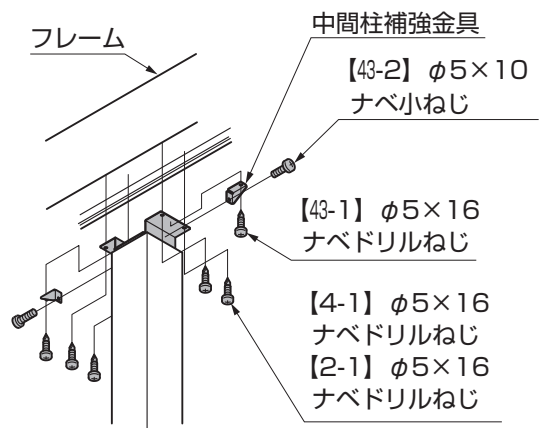

図5-31
- ② 中間柱補強金具を中間柱取付金具に【43-2】で取付けてください。(図5-31参照)
- ③ 中間柱補強金具、中間柱取付金具を【43-1】、【2-1】または【4-1】でフレームに取付けてください。(図5-31参照)
- ④ 柱 中間用にアンカー棒を差し込み柱を建込んでください。
●柱 中間用の持ち出し施工はフレーム端部から1500以内にしてください。(図5-31参照)